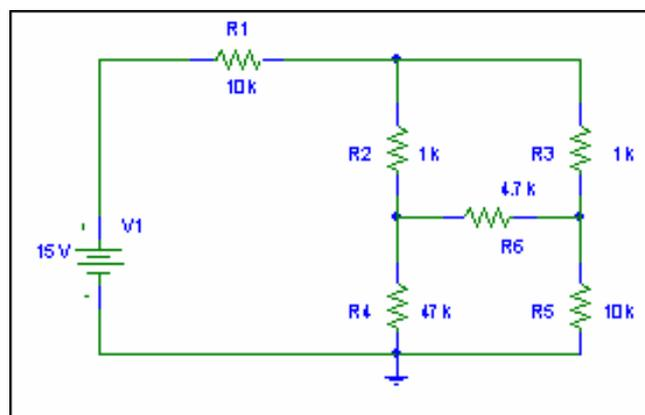

Figura 2.4
- 1.- A partir de los resultados experimentales obtenidos en el apartado anterior, calcular la resistencia equivalente entre los terminales de entrada (V_1/I_1 , siendo I_1 la corriente que circula por R_1) en el circuito de la figura 2.4.
- 3.- Hacer $R_6 \rightarrow \infty$ en el circuito de la figura 2.4 y medir la resistencia equivalente del circuito. Demostrar que la resistencia equivalente entre los terminales de entrada es:
- 4.- Hacer $R_6 = 0$ en el circuito de la figura 2.4 y medir la resistencia equivalente del circuito. Demostrar que la resistencia equivalente entre los terminales de entrada es: